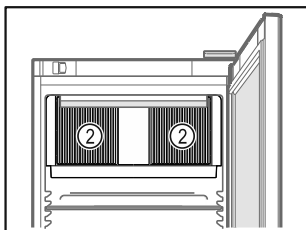

Fig. 60
- Cirkulācijas gaisa ventilatora ventilācijas spraugas Fig. 60 (2) iekšējā nodalījumā turiet brīvas.